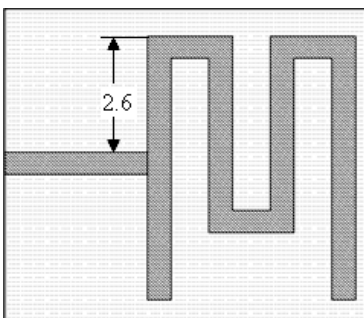

Рис. 3.119
5. Щёлкните по значку **Polygon Conductor**, поместите курсор на свободном месте внизу и щёлкните мышкой. Затем перемещайте курсор, щёлкая мышкой после каждого перемещения, на 5.9 вверх, на 1.8 вправо, на 3.9 вниз, на 0.8 вправо, на 3.9 вверх, на 1.8 вправо, на 5.9 вниз, на 0.5 влево, на 5.4 вверх, на 0.8 влево, на 3.9 вниз, на 1.8 влево, на 3.9 вверх, на 0.8 влево, на 5.4 вниз и здесь дважды щёлкните мышкой. Поместите курсор на созданный резонатор, сдвиньте его так, чтобы расстояние от верхней границы корпуса до резонатора было 0.6 мм, и соедините резонатор со входным проводником. Созданная топология должна быть такой, как показано на рис. 3.119.